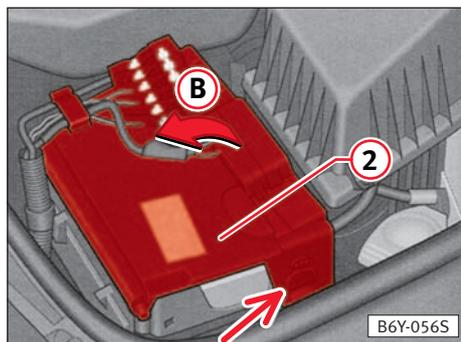

Fig. 130
- Tire ligeramente de la pestaña lateral de la tapa de la batería ⇒ flecha, fig. 130. Levante la tapa tirando en dirección a la flecha ②.